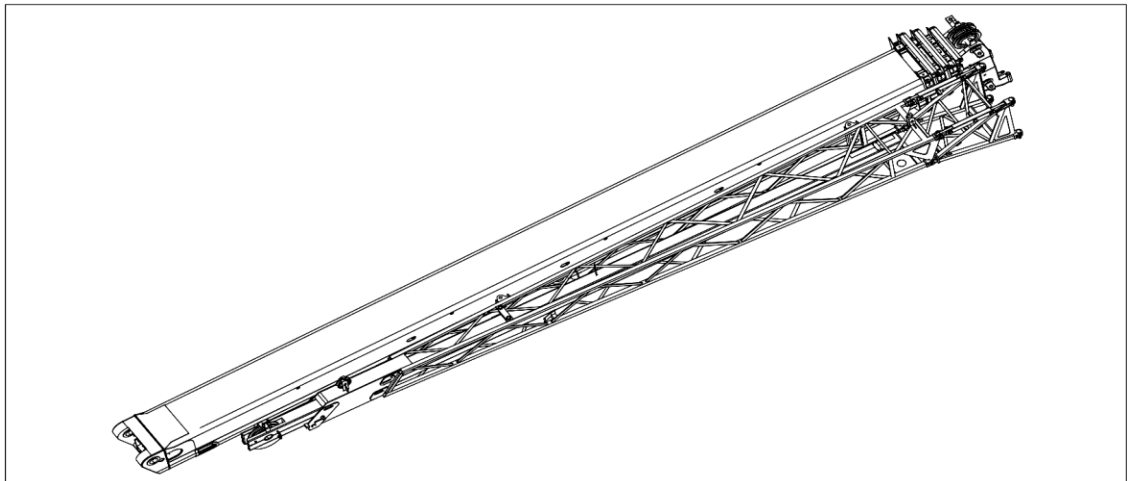

Fig. 07 – 01
- Retraia completamente a lança principal e faça-a descer sobre as laterais e a traseira na posição de -2°. Certifique-se que exista uma faixa de giro de 30 m com relação ao centro de giro. Consulte a Fig. 07 – 01.
- f) Gire o jib ao redor do pino inserido III. Consulte a Fig. 07 – 05.
- i) Remova o pino inserido VI e o pino de mola se a seção 2 do jib tiver de ser usada. Consulte a Fig. 07 – 07.
- j) Alinhe a seção 2 do jib até fazer contato com seu retentor e alinhe-a com os furos do pino. Fixe o pino inserido VI e os pinos de mola. Consulte a Fig. 07 – 08.